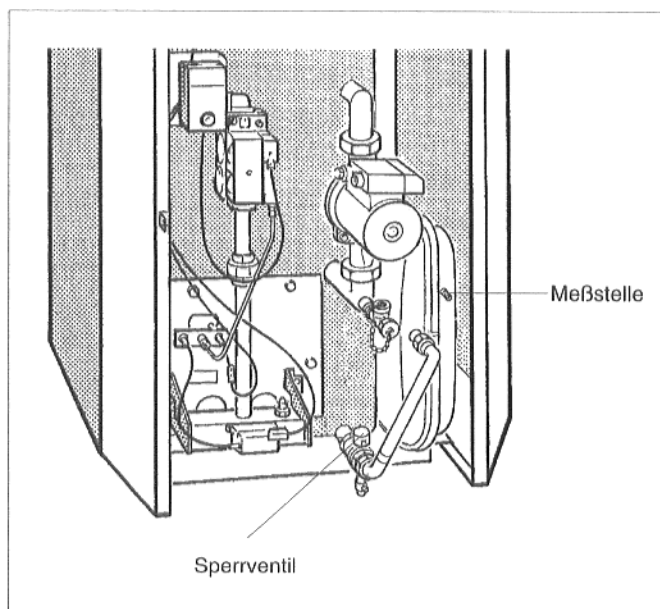

Abb. 24: G124 XV: Druckausdehnungsgefäß; ab Kesselgröße 20-4 auf der Kesselrückwand
- Rote Kappe entfernen und Sperrventil schließen (Abb. 24).
- Verschlusskappe von der Meßstelle (Abb. 24) entfernen und Druck korrigieren.